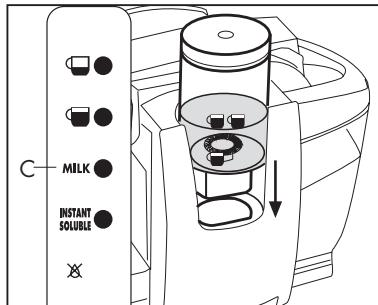

Fig. 12
- Versare nel bicchiere il latte tra il livello indicato dalle tazze, inserire completamente il bicchiere con il frullino (10) nella propria sede, premere il tasto **MILK** (C) ed attendere la fine della preparazione (**Fig. 12**)